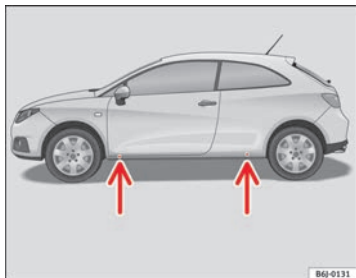

Fig. 128 Punti di appoggio per il cric
- Applicare il cric al longherone inferiore del veicolo nel punto di appoggio più vicino alla ruota da sostituire ⇒ **fig. 128**.
Sul montante inferiore sono segnati i punti a cui applicare il cric ⇒ **fig. 128**. Per ogni ruota esiste un unico punto di sollevamento. Non collocare il cric in altri punti.